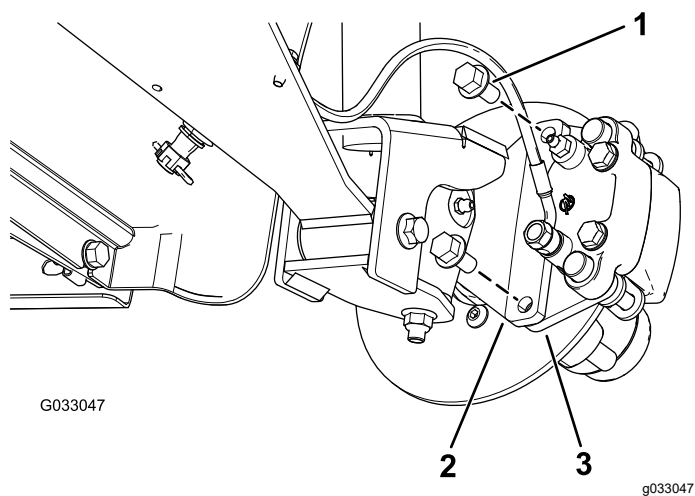
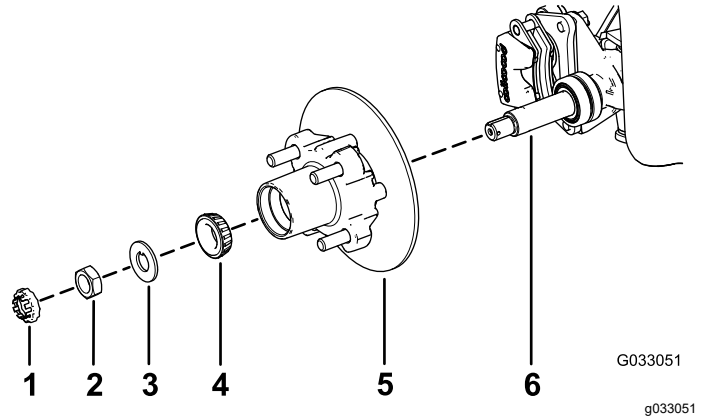

Figure 27
Figure 31
3. Retirez les boulons à embase ($\frac{3}{8}$ " x $\frac{3}{4}$ ") qui fixent le support du frein à la fusée et séparez le frein de la fusée (Figure 27).
1. Appliquez une fine couche de la graisse spécifiée sur la fusée (Figure 31).
2. Montez le moyeu et le rotor sur la fusée en plaçant le rotor à l'intérieur (Figure 31).
3. Montez le roulement extérieur sur la fusée et poussez le roulement contre la bague (Figure 31).
4. Montez la rondelle-frein à languette sur la fusée (Figure 31).
5. Vissez l'écrou de fusée sur la fusée et serrez l'écrou à 15 N·m tout en tournant le moyeu pour bien asseoir le roulement (Figure 31).
2. Alignez les plaquettes de frein de chaque côté du rotor (Figure 27) et alignez également les trous dans le support d'étrier et ceux de la fixation du frein sur le porte-fusée (Figure 31).
3. Fixez le support d'étrier au porte-fusée (Figure 27) à l'aide de 2 boulons à embase ($\frac{3}{8}$ " x $\frac{3}{4}$ ").